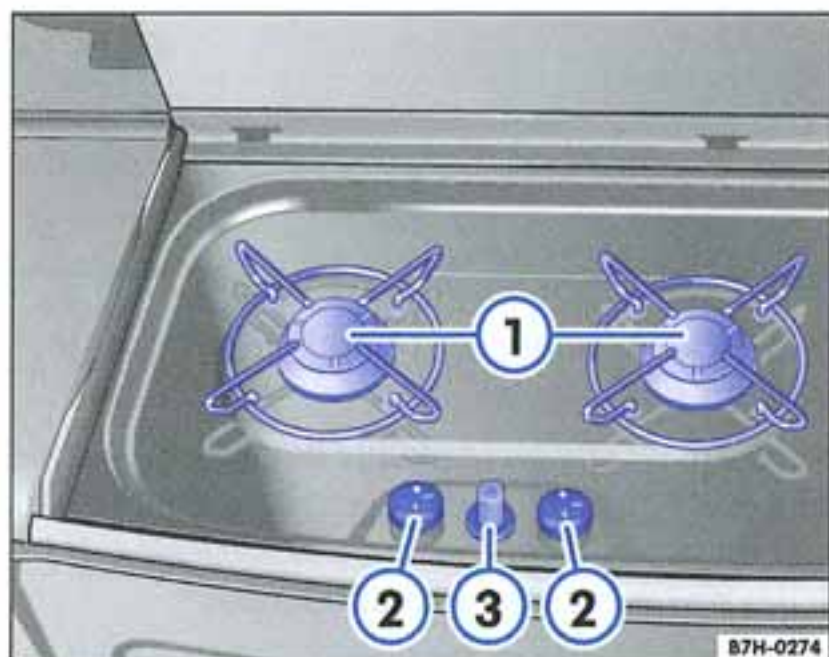

Fig. 37 Vue d'ensemble du réchaud à gaz avec allumeur piézoélectrique et boutons de réglage pour les feux droit et gauche avec grilles
- Les grilles ⇒ page 52, fig. 37 ① peuvent être retirées facilement pour le nettoyage du réchaud à gaz, elle sont simplement coincées.
- Appuyez sur le bouton de réglage correspondant au feu souhaité ⇒ fig. 37 ② et tournez-le sur le symbole représentant une petite flamme.
- Maintenez enfoncé le bouton de réglage correspondant au feu choisi et appuyez sur l'allumeur piézoélectrique ③ jusqu'à ce que le gaz qui s'échappe s'enflamme.